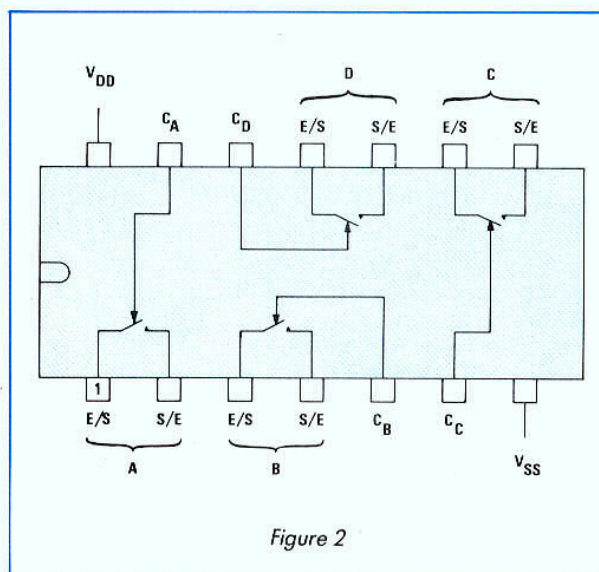

Figure 2
- pour un niveau de commande haut (1 logique), les deux transistors conduisent et n'opposent, de l'entrée vers la sortie, que la résistance  $R_{ON}$ , de l'ordre de la centaine d'ohms. L'ensemble équivaut à un interrupteur fermé, bien qu'imparfait à cause de  $R_{ON}$ . Dans la suite de cet article, nous ne dessinerons que l'équivalent électromécanique, symbolisé en figure 1b. Chaque circuit intégré CD 4016 ou CD 4066 renferme quatre portes analogiques, et la figure 2 en donne le brochage.